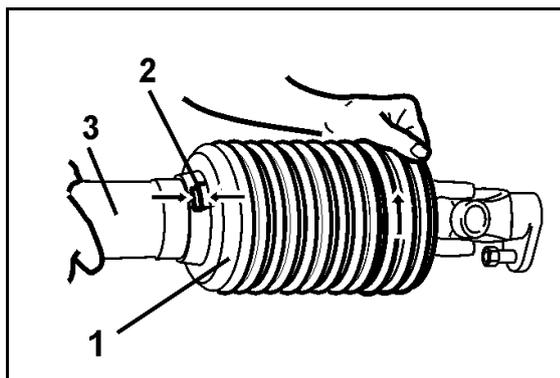

Fig. 53
9. Inserir a metade protectora (Fig. 53/1).
10. Rodar o cone de protecção (Fig. 53/2) para a posição de bloqueio.
11. Enroscar o parafuso de retenção (Fig. 53/3).